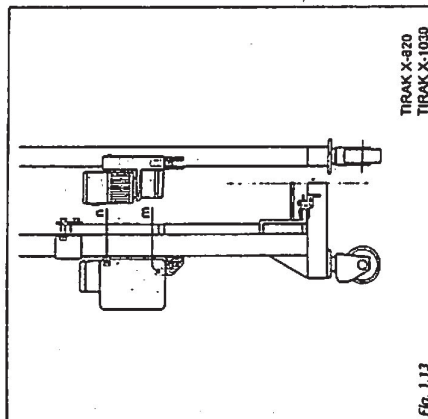

Fig. 1.13
- Montaje de los aparatos TIRAK. Fijar los aparatos (modelo X-820 o X-1030) al estribo (Fig. 1.13) por medio de los tornillos (m + n).